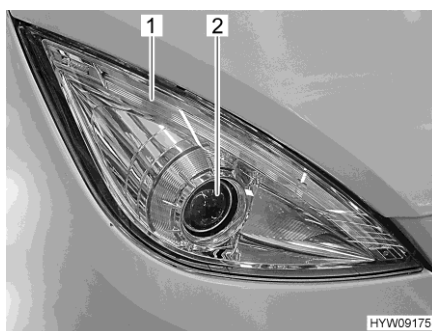

Fig. 234 Phare avant
Les feux diurnes et les indicateurs de direction sont des lampes DEL (Fig. 234,1). Pour remplacer les DEL, se rendre chez un revendeur agréé ou consulter un point de service après-vente.
**Feux de croisement/feux de route (Fig. 234,2)**